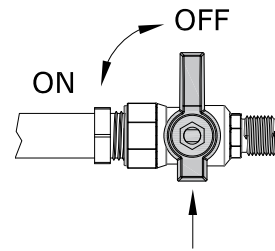

Figure 9.5 - Étape 1
5. Retirez et conservez les (4) vis du plateau à braises. Retirez le plateau à braises. Voir la Figure 9.5.
6. Installez les (3) ampoules halogènes (fournies dans le paquet de composants) dans les socles de lampe.